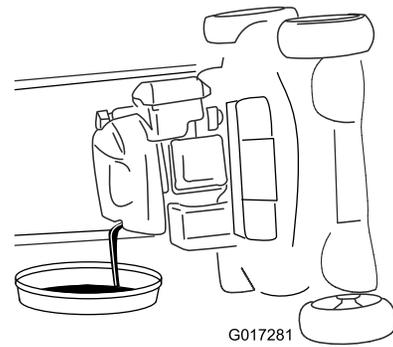

**Bild 30**
3. Entfernen Sie den Peilstab, indem Sie den Deckel nach links drehen und herausziehen (Bild 30).
10. Lesen Sie den Ölstand am Peilstab ab (Bild 30).